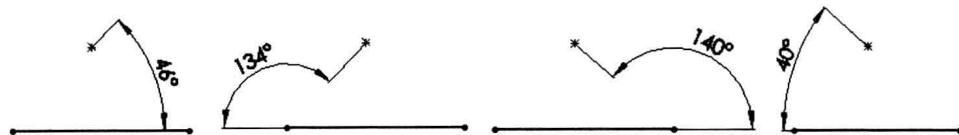

图 2-13 直线与点之间夹角的标注
(2) 直线与点之间的夹角: 标注直线与点之间的夹角, 有顺序差别。选择的顺序是: 直线的一个端点 → 直线的另一个端点 → 点。一般有 4 种标注形式, 如图 2-13 所示。